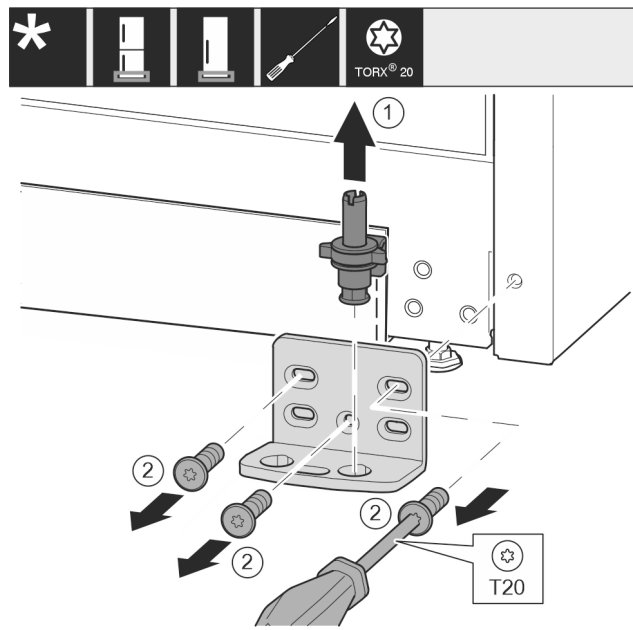

Fig. 15
- ▶ Извадете изцяло нагоре лагерния болт. Fig. 15 (1)
- ▶ Отвийте винтовете с отвертка T20 и свалете лагерната стойка. Fig. 15 (2)